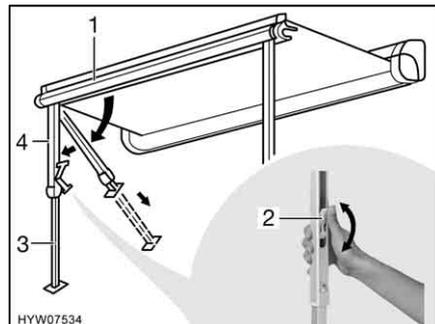

Bild 9 Stützfüße aufstellen
- Die Stützfüße (Bild 9,4) durch leichten Druck nach außen aus der Frontleiste (Bild 9,1) lösen, herausklappen und aufstellen.
- Den unteren Teil der Stützfüße (Bild 9,3) bis zur gewünschten Länge herausziehen.
- Die Verriegelung an den Stützfüßen schließen. Dazu den Verriegelungshebel (Bild 9,2) nach oben drücken.